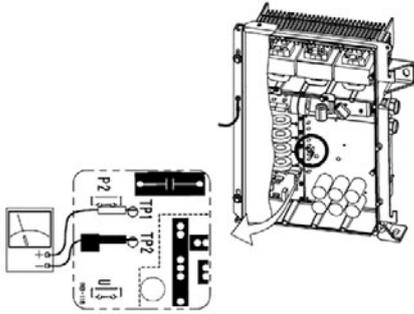

Fig. 1 Distribución de las tarjetas del inversor TP1 y TP2
- 2) Antes de empezar a trabajar, abra la cubierta de la caja del inversor y verifique de que el voltaje entre los terminales TP1 y TP2 en la tarjeta del inversor es de 50V DC o menor. (Fig. 1)